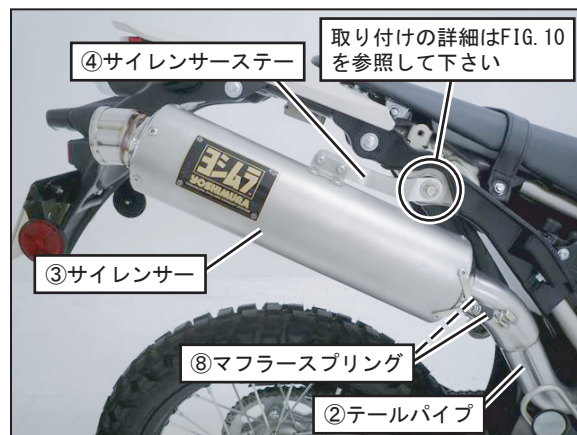

FIG. 9
10. ③サイレンサーを②テールパイプに取り付け、⑧マフラスプリングをスプリング取付工具を使用して取り付けして下さい。(FIG. 9 参照)
参考 FIG. 9の写真のサイレンサーは開発中の物で製品版とは外観が異なります。
11. ④サイレンサーステーの穴位置を車両のサイレンサー取り付け位置に合わせ、純正ボルト、純正ワッシャ、純正ナットを使用して仮締めして下さい。(FIG. 9, 10 参照)